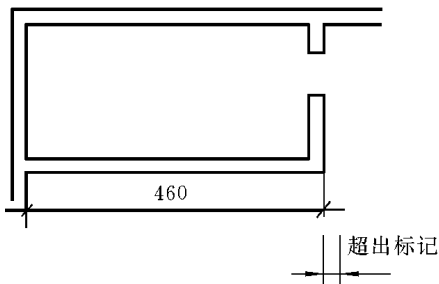

图 6.6 “超出标记”示例
(1) 在“尺寸线”框架中,常用选项解释如下。
① 超出标记:尺寸线超出尺寸界线的长度。默认情况下,此项无效。当尺寸箭头变成 45°的短斜线时,此项有效,建筑图中常用,如图 6.6 所示。